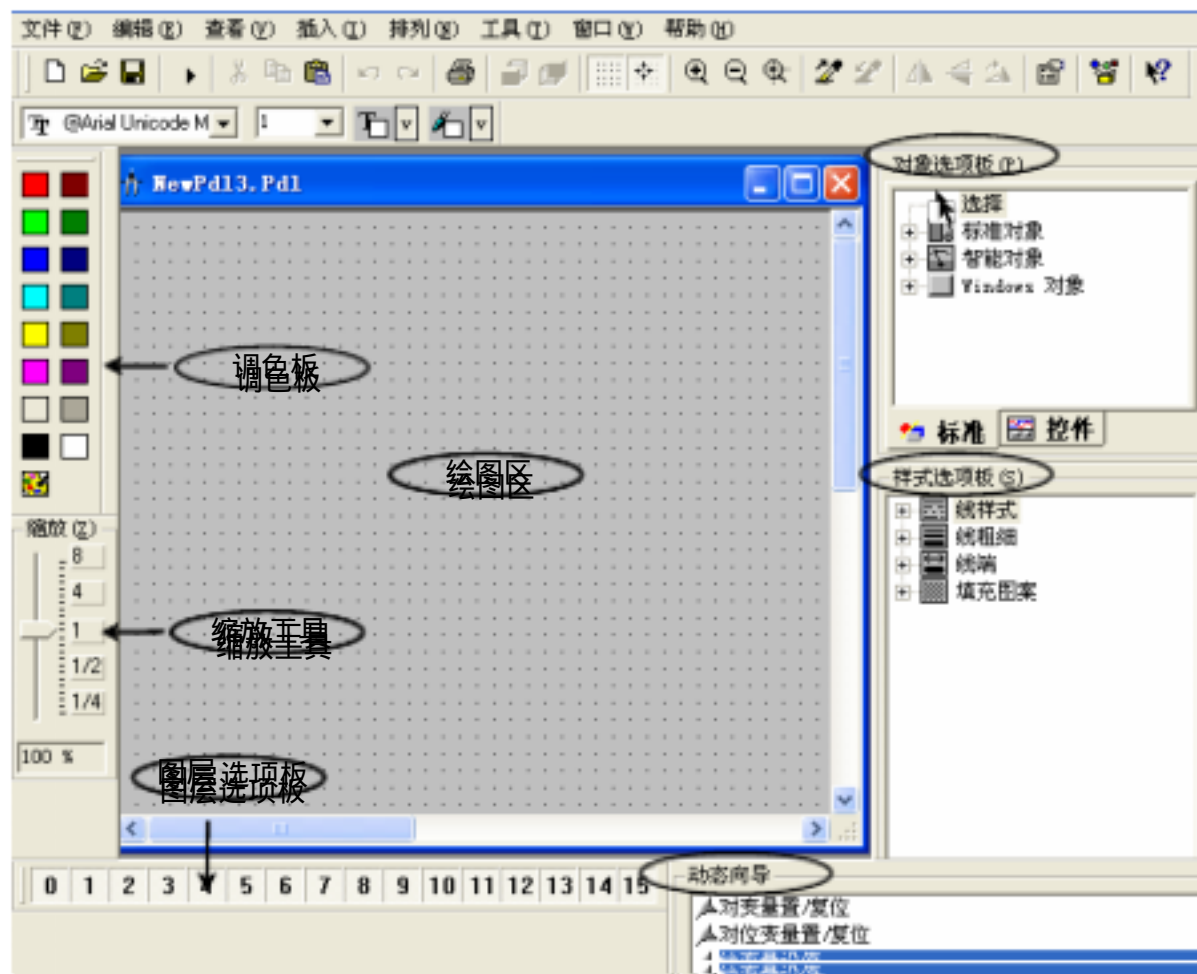

图 1-4 图形编辑器窗口
3. 图形编辑器的布局 图形编辑器的布局如图 1-4 所示。